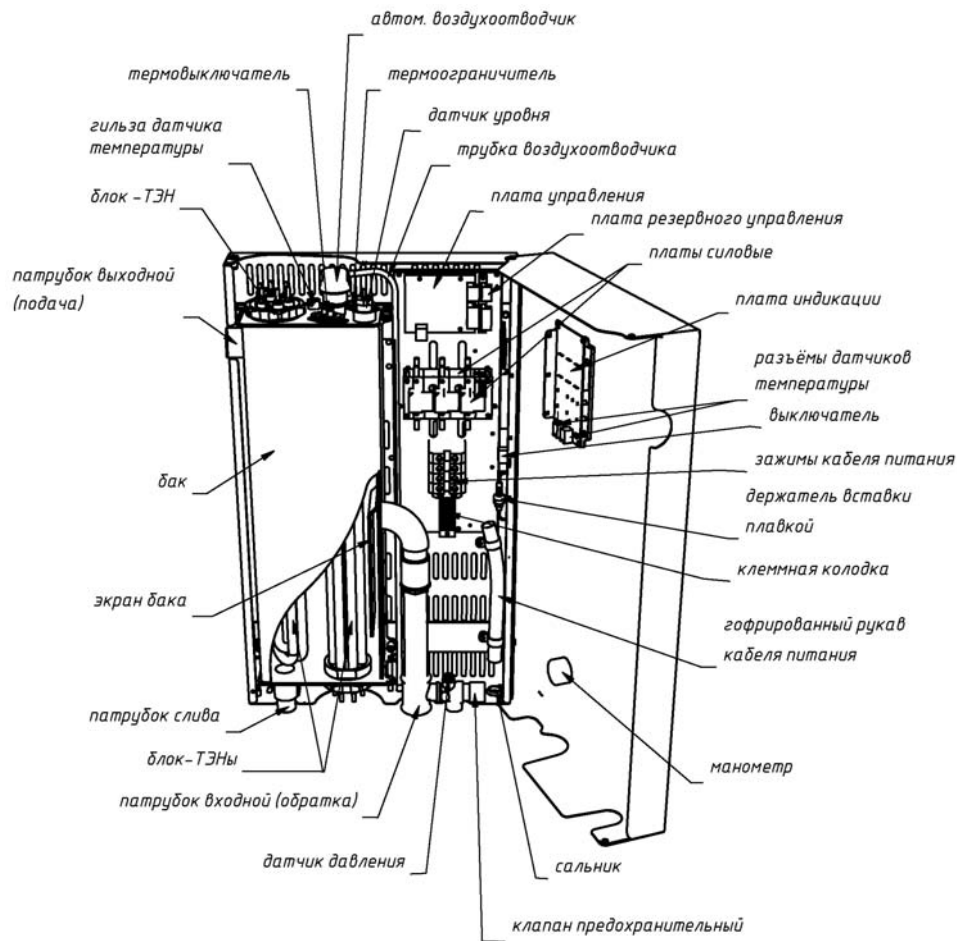

Рис. 4. Устройство прибора
4.3. Прибор (Рис. 4) состоит из теплоизолированного бака (1) с патрубками (Рис. 1) входа (10) и выхода (9) воды.
4.5. В баке, в зависимости от модели, (Рис. 4) установлены один или два блока нагревательных элементов (2). Блок-ТЭНы изготовленные из нержавеющей стали, скомпонованы в несколько ступеней мощности.